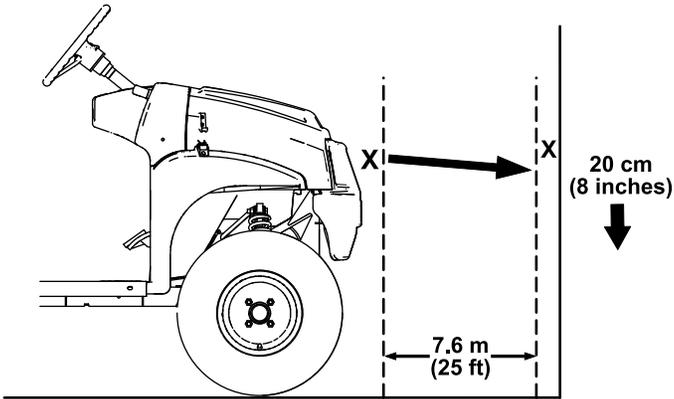

図 52
1. 平らな場所で、ヘッドライトを壁に向け、ライトと壁の距離が 7.6 m 程度になるように駐車する 図 52。
ヘッドライトのビームの最も明るい部分が、壁に付けた印の約 20 cm 下を照らしていればよい 図 52。